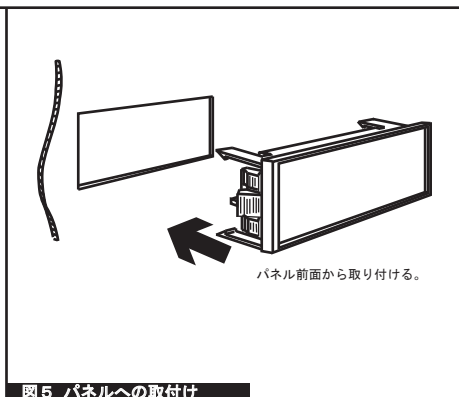

図5 パネルへの取付け
- (1) 取り付けパネルの前面からベゼルを差し込みます。（図5）